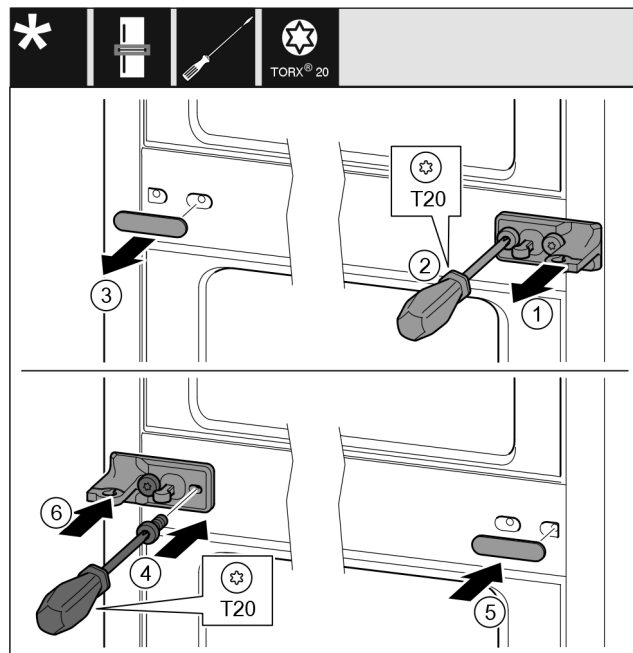

Fig. 33
- ▶ Húzza le a lemezt. Fig. 33 (1)
- ▶ Csavarja ki a csavarokat a T20 csavarhúzóval. Fig. 33 (2)
- ▶ Óvatosan húzza le a fedelet. Fig. 33 (3)
- ▶ Csavarozza fel szilárdan, 180°-kal elfordítva a csapágybakot a fóliával a másik oldalra. Fig. 33 (4)
- ▶ Szerelje fel a fedelet a másik oldalra, 180°-kal elfordítva. Fig. 33 (5)
- ▶ Tolja fel a lemezt előlről. Fig. 33 (6)